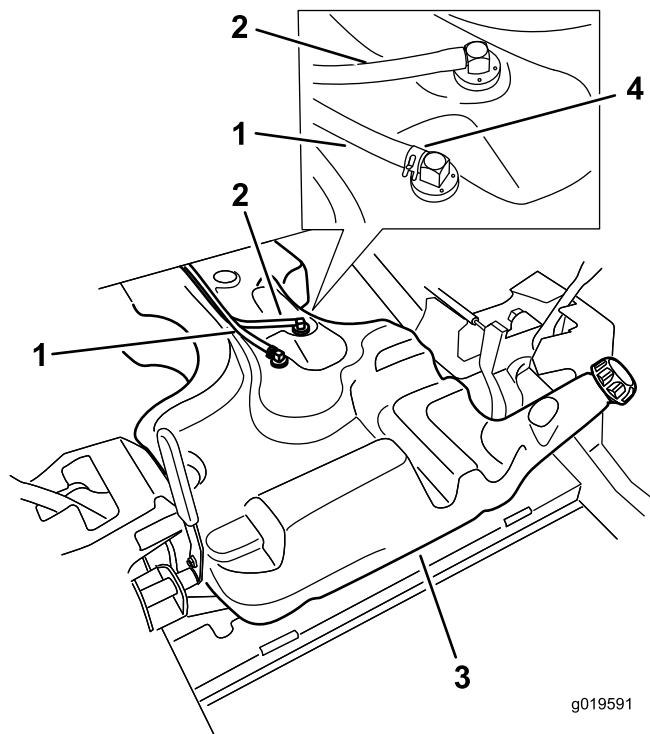

Figura 6
15. Retire la manguera de ventilación y el tubo de combustible del depósito de combustible (Figura 6).